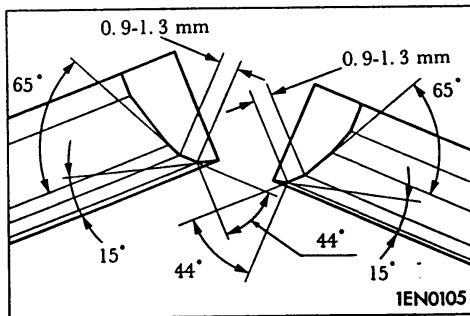

图 4-12
(1) 在修正气门座之前, 检查气门导管套与气门之间的间隙。必要时应更换气门导管。
(2) 用适当的专门工具或气门座研磨机修正气门座, 以达到规定的座面宽度和角度。
(3) 在修正气门座之后, 用研磨膏研磨气门与气门座, 然后检查气门杆凸出高度(参照前面气门座的检查步骤)(见图 4-12)。